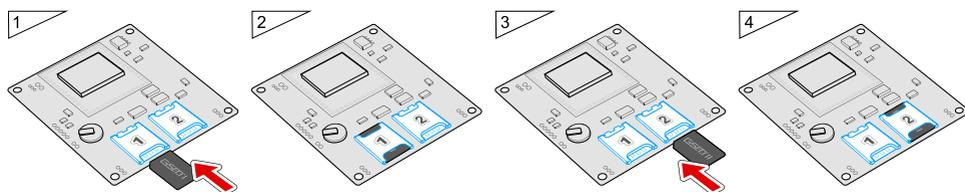

Рис.6. Установка SIM-карты.
- Установите первую SIM-карту в левый слот SIM-держателя контактами вниз (**Рис.6, п.1**). При этом срезанный угол SIM-карты должен быть направлен внутрь.
- Если требуется, установите вторую SIM-карту в правый слот SIM-держателя контактами вниз (**Рис.6, п.3**). При этом срезанный угол SIM-карты должен быть направлен внутрь.